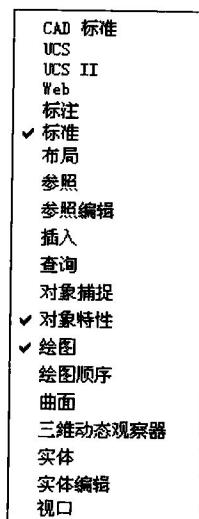

图 1-8 工具栏快捷菜单
- (2) 在工具栏上单击右键,弹出如图 1-8 所示的快捷菜单。